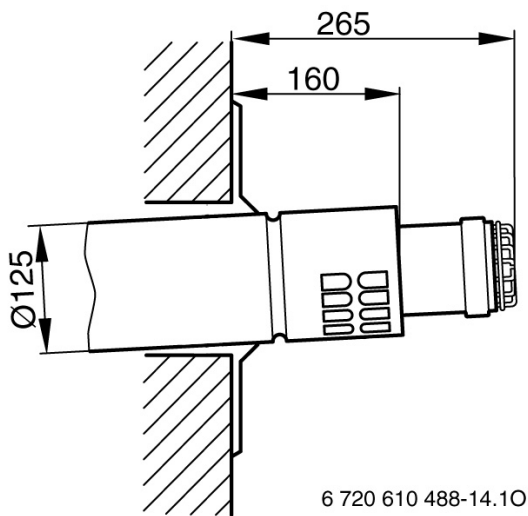

Fig. 2
- Let erop dat de concentrische muurafvoer uit de buitenmuur uitsteekt (zie fig. 2).
- De rookgasafvoerbuisk moet steeds licht hellend naar de ketel (ongeveer 3 mm per meter buislengte), gemonteerd worden. Dit om het condenswater af te voeren via de ketel (zie fig. 2).
- Soyez attentif à ce que l'évacuation concentrique dépasse du mur extérieur (voir fig. 2).
- Le conduit d'évacuation doit toujours être monté avec une légère pente vers la chaudière (environ 3 mm par mètre de conduit) Ceci afin d'évacuer l'eau de condensation via la chaudière (voir fig. 2).